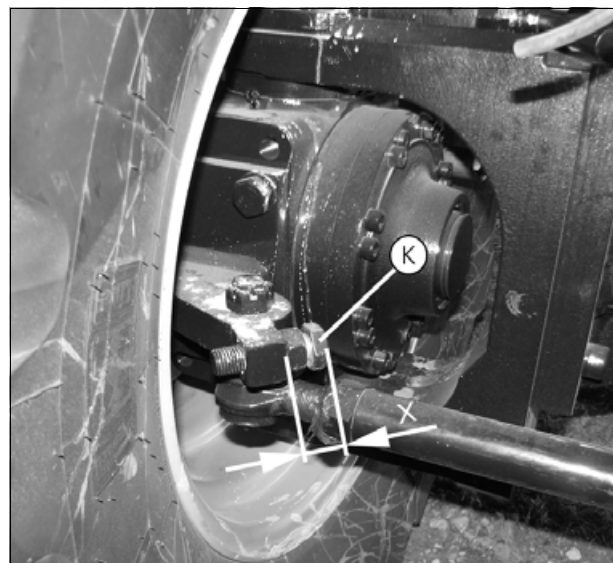

Рис. 16.
- Для задней оси полного привода дополнительно отрегулируйте стопорный винт наружу (K) (рис. 16).